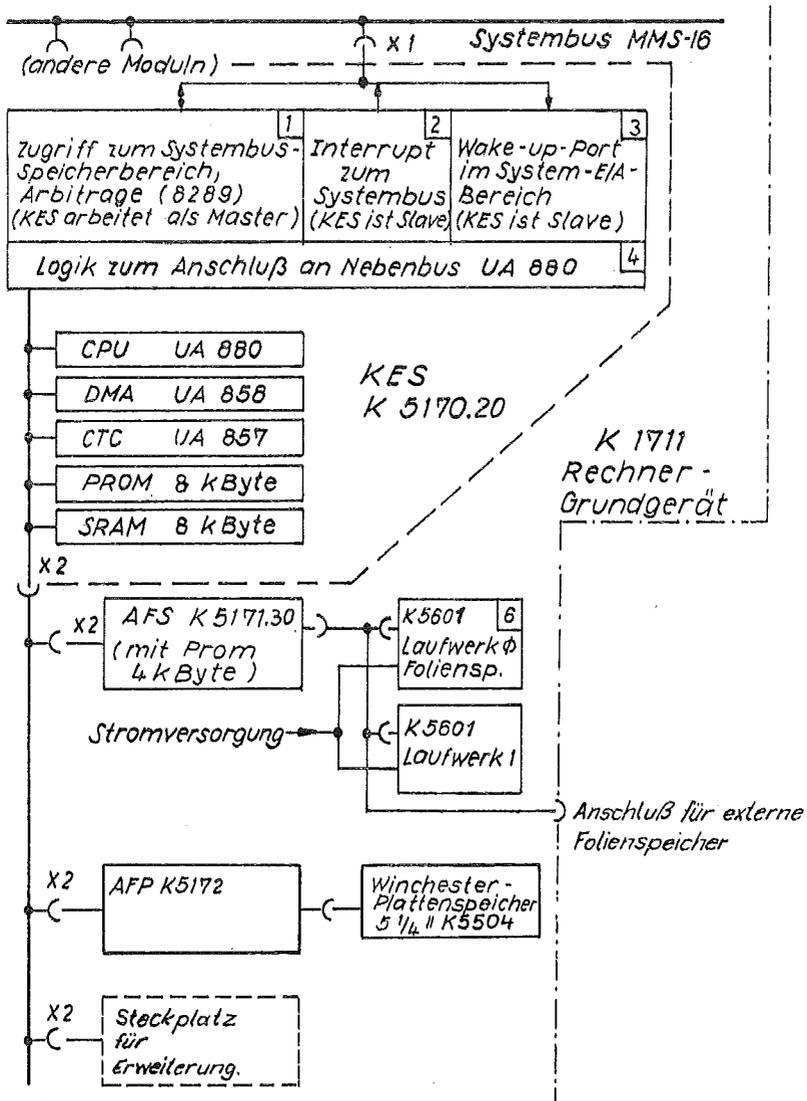

Bild 1.6. - 2 : Externspeicher-Subsystem KES, AFS, AFP
1.6.4.1. Hardware des UA 880-Systems (siehe Bild 1.6.-2)